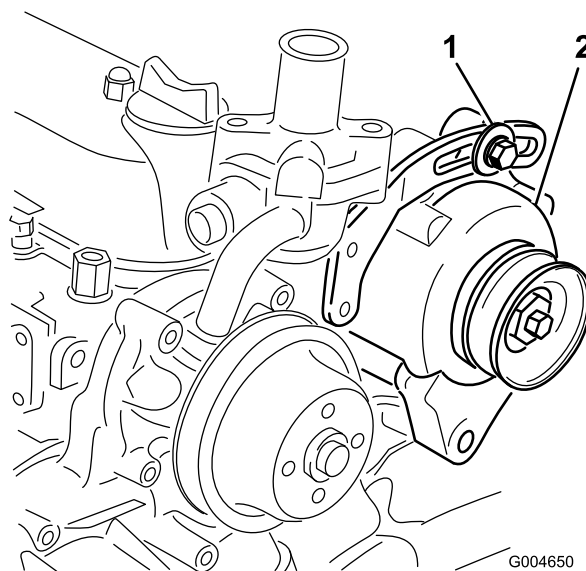

Figure 68
2. Si ce n'est pas le cas, desserrez les boulons de fixation de l'alternateur (Figure 68).